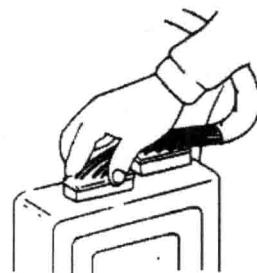

图 1-17 检查插头是否松动
- (6) 插头接触松动也是故障原因。因此，应确认插头是否准确连接，如图 1-17 所示。